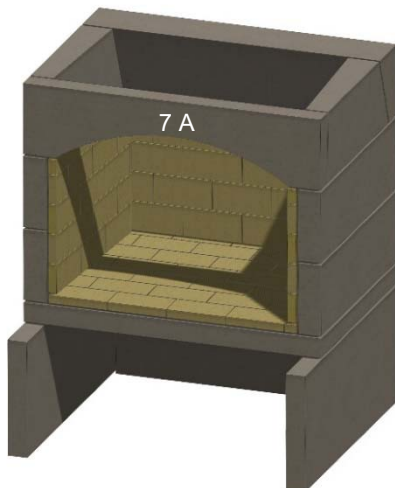

Figura 20. Dintel frontal
L. Instale la pieza del dintel frontal, (7A, para el dintel arqueado, como se muestra) o (7S, para los kits de dintel recto). Véase la figura 20.